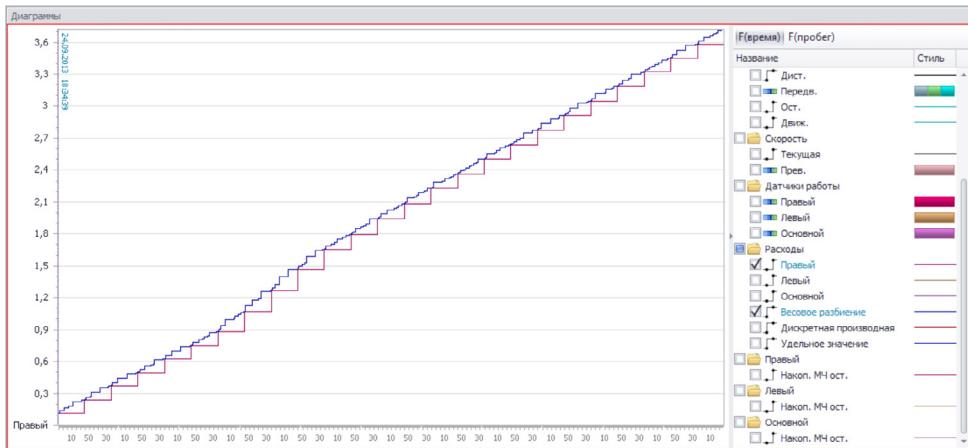

Рис.89. График удельного параметра.
**3. Весовое разбиение** – позволяет выполнить разбиение параметра пропорционально делителю – времени или пробегу. Опция «Сделать накапливаемый массив» позволяет накапливать значения веса. На Рис.89 приведен график параметра, показывающего расход топлива, и график весового разбиения этого параметра. Расход меняется ступенчато, а весовое разбиение позволяет получить интерполяцию параметра между соседними значениями пропорционально делителю. Расход является накопительным параметром, поэтому весовое разбиение тоже представлено в виде накапливаемого массива.